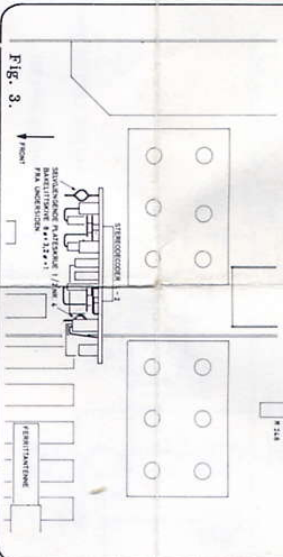

Fig. 3.
3. Trekk ut ekvivalenkortet og monter dekoderen som vist i fig. 3. Legg isolasjonsskivene mellom skruhodene og hovedplattens folieside og fest med to skruer fra TK-platens folieside.
6. Tynn ledningene (sort og blå) sammen og lodd dem til vendersesksjonen og MF-platen som vist på fig. 3.